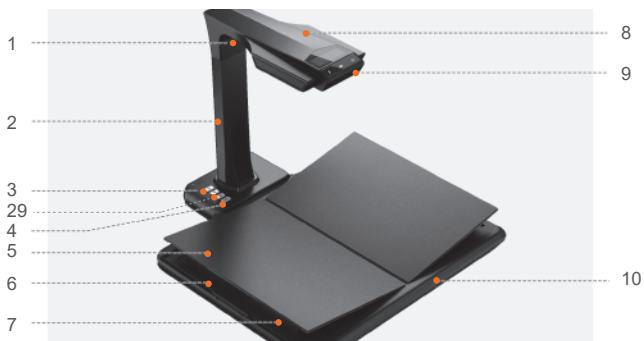

Abbildung 1
Schritt 1: Entnehmen Sie die Ausrüstung wie in Abbildung 1 beschrieben und richten Sie die Lampen/Kameraeinheit an dem Halterungsschlitz an der Seite der Scannerbasis aus.